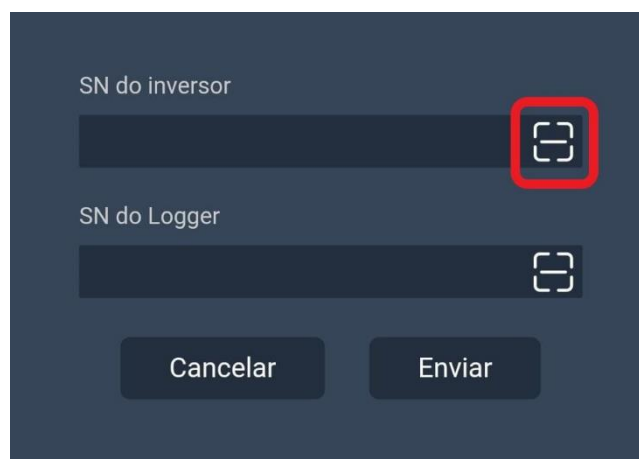

Figura 9 – Botão para scan do SN do inversor
2. Uma janela será aberta e nela possuirá dois campos para inserção dos códigos de barras do número de serial (SN) do inversor e do datalogger, respectivamente.
3. Aperte no botão mostrado na **Figura 9** para abrir a câmera. Depois de aberta, deverá escanear o código de barras do SN do inversor (não confundir com o QR code). Se bem-sucedido, o número correspondente ao SN do inversor deverá aparecer no campo.